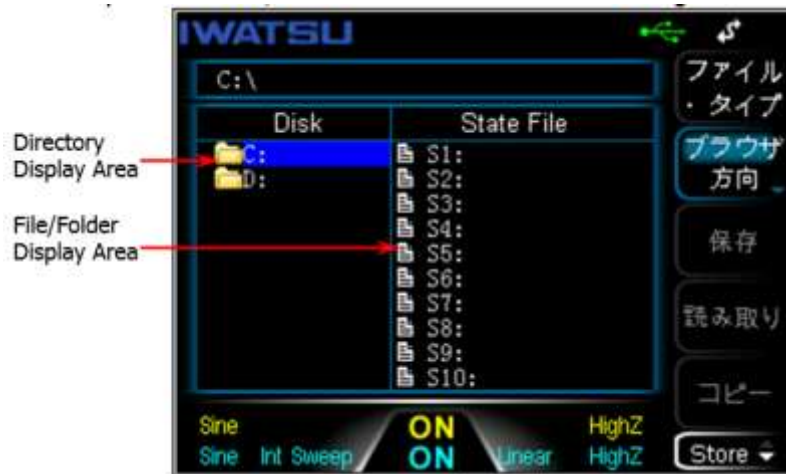
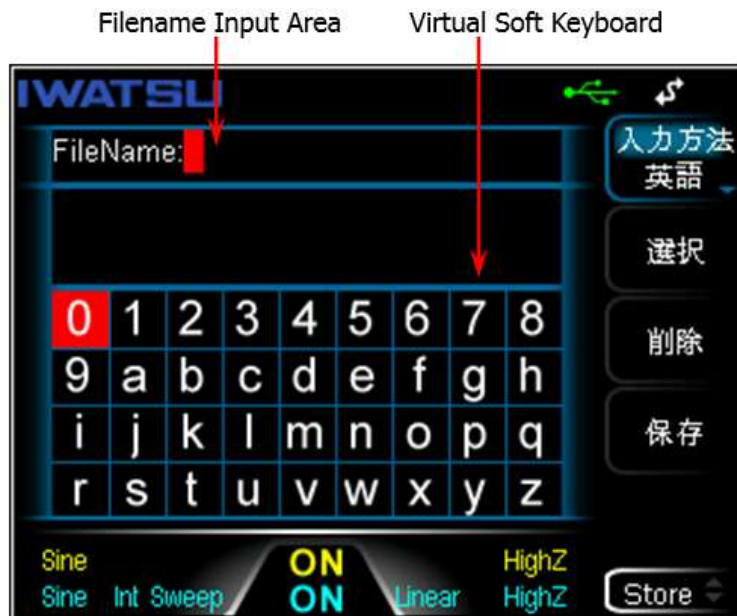

図 2-17 保存呼び出し (Store/Recall) メニュー
図 2-18 ファイル名入力メニュー (英語)
**Browser** を **File** に設定し、**New Folder** を押してフォルダ名入力メニュー (図 2-17 または図 2-18 で示すものと同じ) に入ってください。